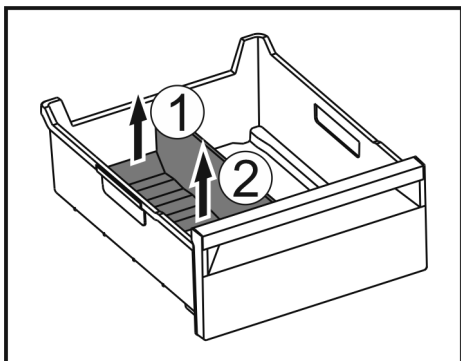

Fig. 74
- ▶ Повдигнете задната част на разделителя на отделението за лед. Fig. 74 (1)
- ▶ Извадете разделителя на отделението за лед нагоре. Fig. 74 (2)